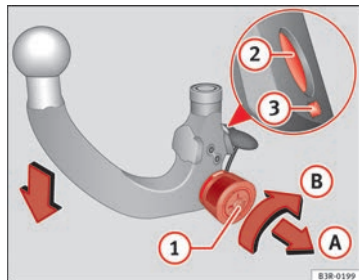

Fig. 155 Dispositivo desmontable para remolque: Pretensar la rótula
- Introduzca la llave (1) ⇒ fig. 155 en la cerradura de la rueda moleteada y gírela en dirección a la marca roja.
- Tire de la rueda moleteada en la dirección que indica la flecha (A) y gírela a continuación sin dejar de tirar de ella en la dirección de la flecha (B) hasta que el perno de bloqueo (2) encastre y pueda verse que la palanca de desenclavamiento (3) sale ⇒ Δ.